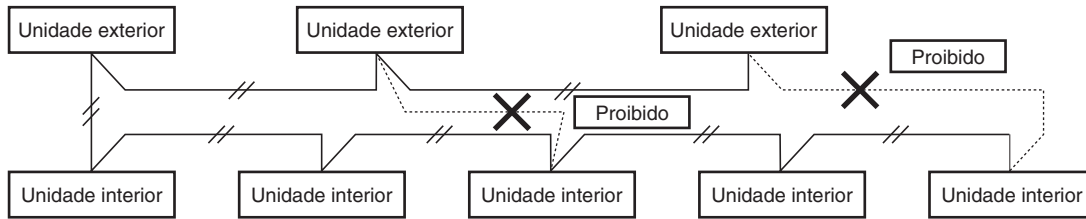

Fig. 4-3
- Não realize a instalação eléctrica de controlo entre unidades de maneira que forme um laço. (Fig. 4-3)